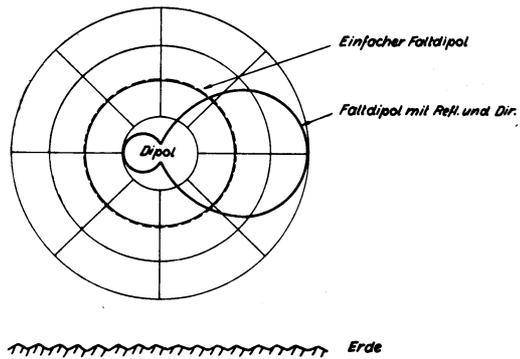

Fig.1.12. Vertikal-Charakteristik eines einfachen Dipols und einer 3-Element-Antenne.
b) **Vertikal-Charakteristik** heißt die Kurve, welche die Empfindlichkeit in der senkrechten Ebene um den Dipol herum angibt (Fig.1.12).